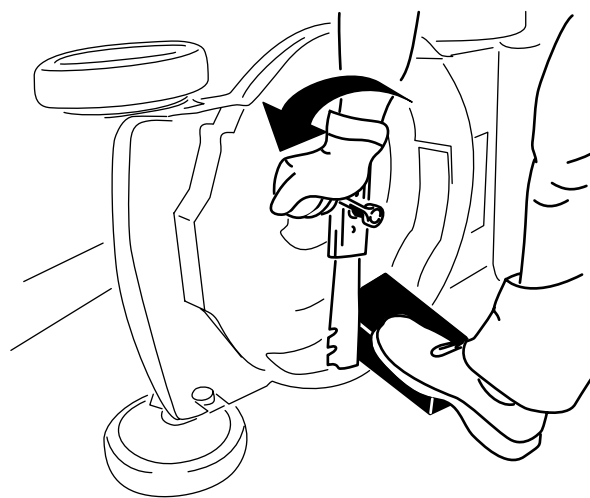

Рисунок 22
3. Используйте деревянную подкладку для неподвижного удерживания ножа (Рисунок 22).
4. Снимите нож, сохранив все крепежные детали (Рисунок 22).